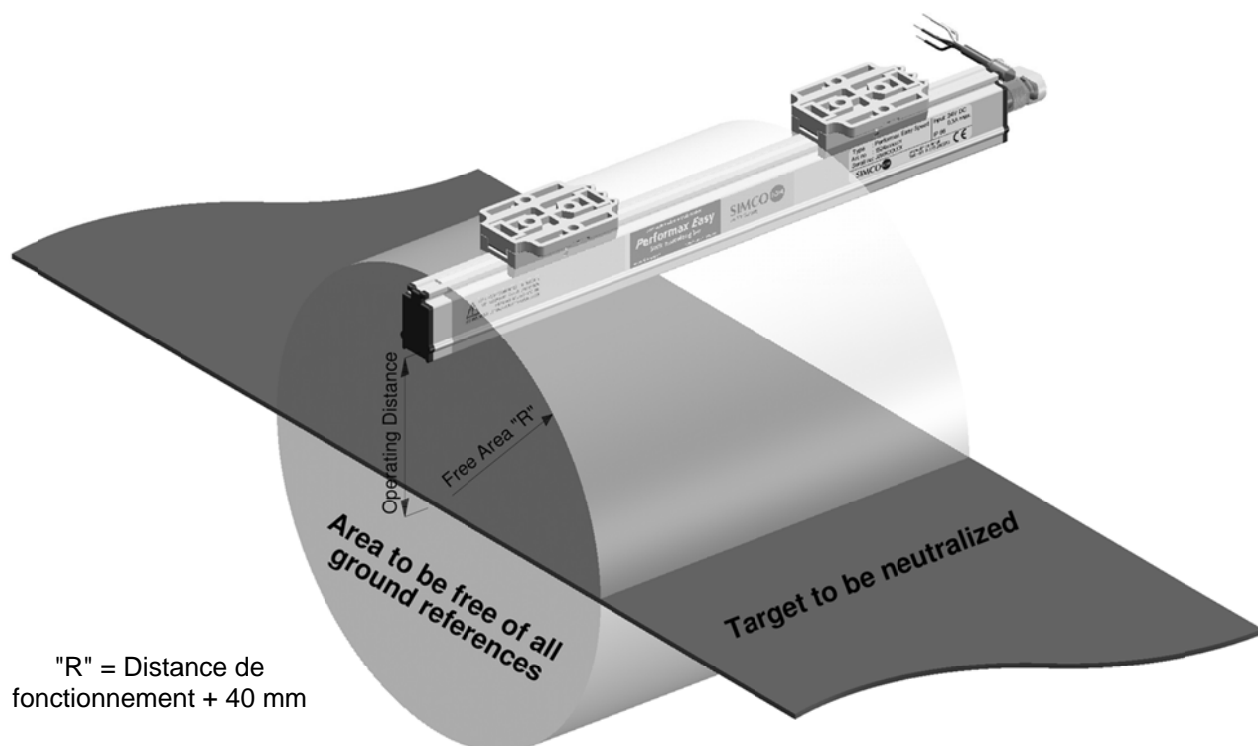

Figure 3 : position optimale du Performax Easy et du Performax Easy Speed
- Pour un résultat optimal, la barre ionisante doit être montée en suivant la figure 3.